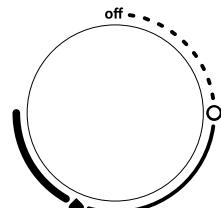

Рис. 8
4. На входной патрубок обозначенный голубым цветом и стрелкой направления течения воды накрутите предохранительный клапан так, чтобы течение воды совпадало с направлением стрелки на корпусе клапана. На отверстие сброса давления предохранительного клапана (см. рис.8) оденьте дренажную трубку\* для отвода воды (возможно появление при нагревании) в канализацию.